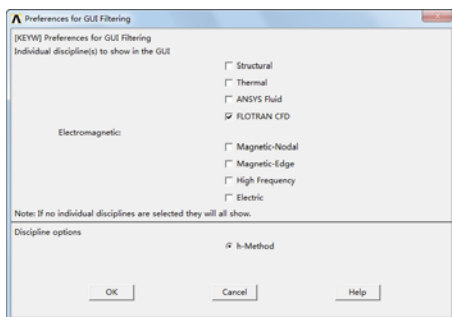

图 8-4 “Preferences for GUI Filtering”对话框
③设置参数：依次选择 Main Menu→Preferences，会出现“Preferences for GUI Filtering”对话框，选择“FLOTRAN CFD”，如图 8-4 所示，单击“OK”按钮关闭该对话框。